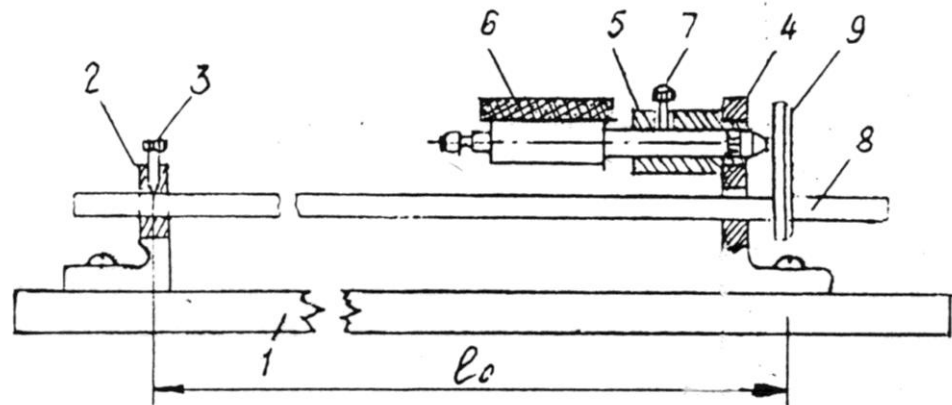

Рисунок 2 – Установка индикатора для измерения удлинения трубки
3.7 Индикатор **6** вставить в отверстие патрубка **5** и закрепить винтом **7** так, чтобы обеспечить натяжение механизма индикатора через его стержень, который должен упираться в левую сторону пластинки (рисунок 2).